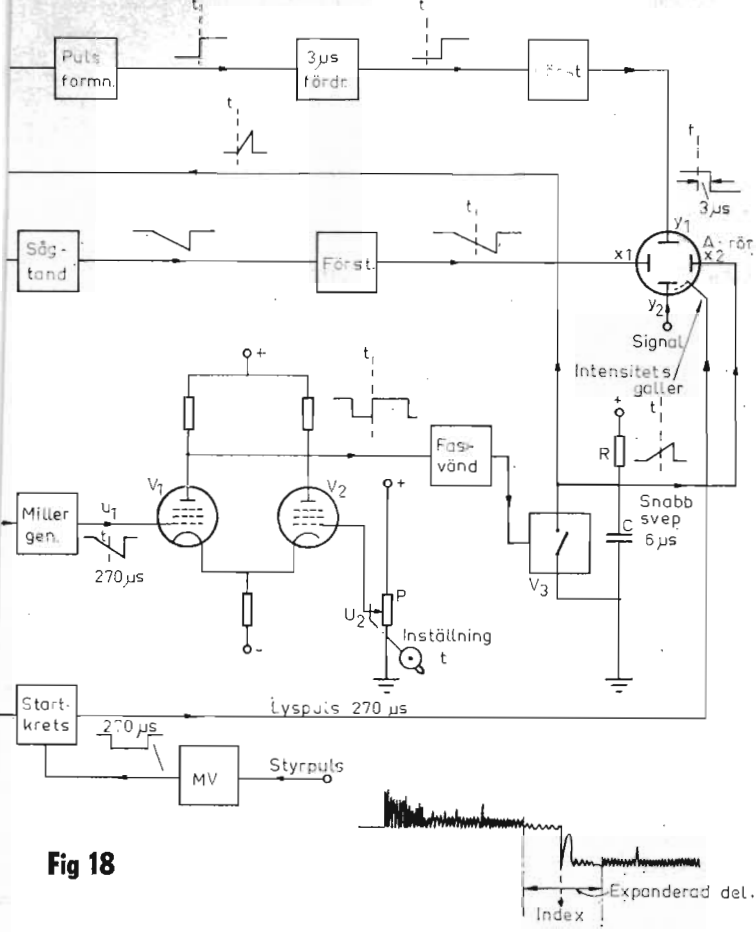

Fig 18
I fig. 18 visas exempel på anordning för manuell avståndsmätning i en radarstation. Indikatorn är ett A-rör och inställningen av mätmärket, som är ett steg, göres med en precisionspotentiometer (P). Modulatorns styrpulser startar en multivibrator (MV) som åstadkommer en 270 μs (≈ 40 km) lång lyspuls på A-rörets intensitetsgaller. Samtidigt startar två sågtandgeneratorer, som alstrar tidavläknings-spänningar. Den ena ger avläknings i X-led på A-röret (platta X1) och den andra, som är en extremt lineariserad s.k. Miller-generator, ger en sågtandspänning (u_1) på V1:s galler. På gallret i V2 lägges den variabla spänningen U_2 från avståndspotentiometern P. V1 och V2 bildar en s.k. bistabil vippa. Vid tidssvepets början för V1 ström medan V2 är strypt. Strömmen genom V1 minskar under tidssvepet och vid tidpunkten t övertar V2 strömmen och V1 strypps. Det positiva spänningssprånget på V1:s anod fasvänder och öppnar kortslutningsröret V3, varvid kondensatorn C börjar uppladdas och ett snabbt sågtand-svep med 6 μs varaktighet erhålles. Detta tillföres avläkningsplattan X2 på A-röret och en expanderad del svarande mot ca 1 km erhålles på A-rörets avståndssvep. Genom pulsformning och fördröjning 3 μs erhålles ett negativt spänningssprång som inmatas på platta Y1. Detta visar sig som ett stegformat mätmarke mitt i den expanderade delen av avståndssvepet. Eko-signalerna inmatas på platta Y2 och upp-
Fig 18 Exempel på avståndsmätanordning i radarstation. Längst ned visas utseendet av »stidssvepet» på A-röret. Måtmärket i form av ett »steg» är rätt inställt på ett måleko. Stegets läge inställas med avståndspotentiometern P (likspänningen U_2 jämföres med sågtandspänningen u_1). Med ett särskilt »snabbsvep» expanderas området omkring måtmärket, vilket underlättar inställningen.
Fig 20 Automatisk avståndsföljning, elektromekanisk servoslinga. Här tillämpas samma princip som i fig. 19, men felsepänningen driver ett servosystem, som ändrar avståndspotentiometerns läge. (Jfr fig. 18).